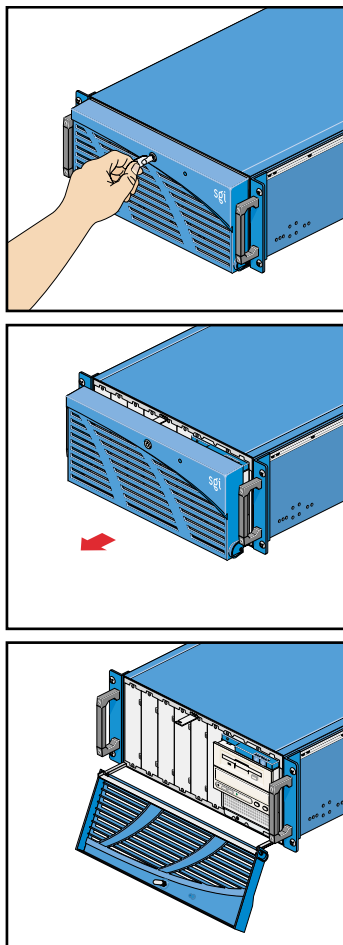

図 3-2 ノードベゼルを開く
- ベゼルを引き出してノードから外し、図 3-2 に示すようにベゼルを下方に回すようにします。